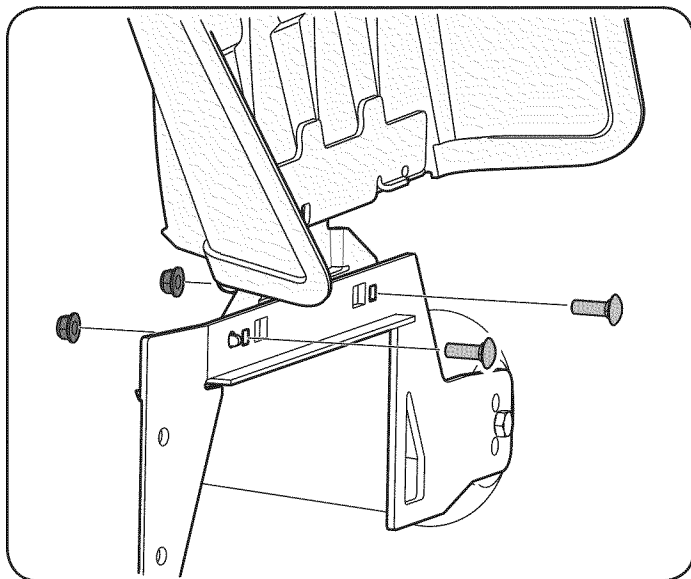

Figura 6
2. Retire los tornillos hexagonales y las arandelas planas del paquete de elementos de ferretería de la bolsa del manual. Vea la Figura 6.
3. Con los elementos de ferretería que extrajo anteriormente, instale el deflector del canal en la plataforma, como se indica en la Figura 6.